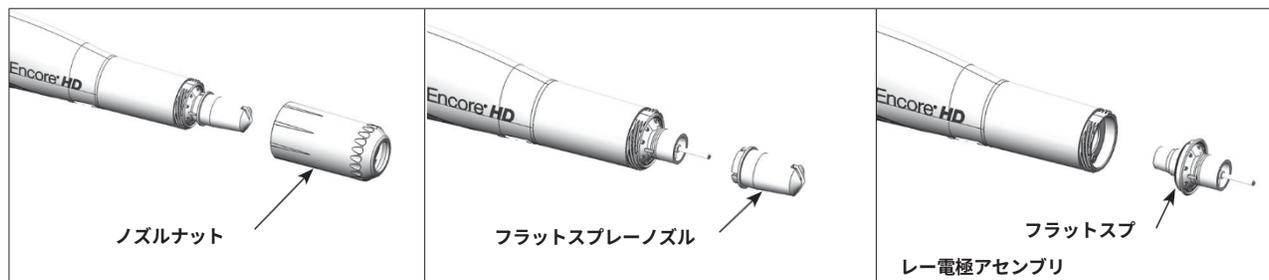

図5 フラットスプレーノズルの交換
2. 図5をご参照ください。ノズル・ナットを反時計回りに緩めます。